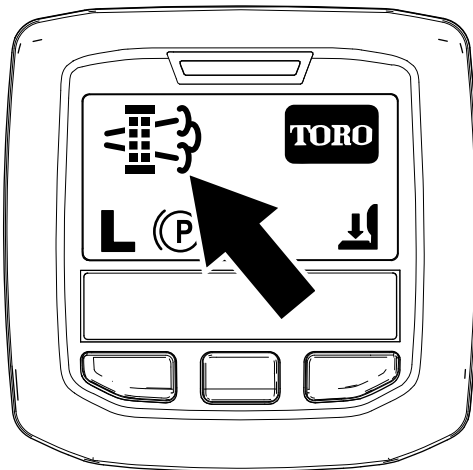

Figura 70
- Când computerul motorului solicită fie o regenerare în stare de parcare, fie o regenerare de recuperare, pictograma privind solicitarea de regenerare (Figura 70) este afiată în InfoCenter.